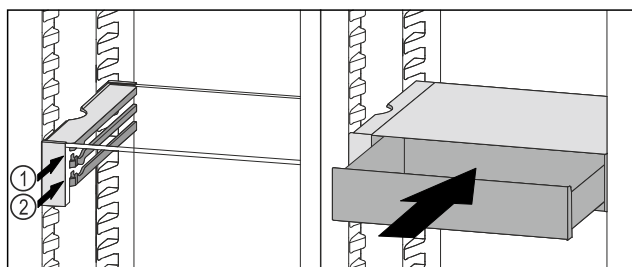

Fig. 121
- Placera VarioSafe-lådan bakom stoppklackarna på önskad list Fig. 121 (1) eller Fig. 121 (2).